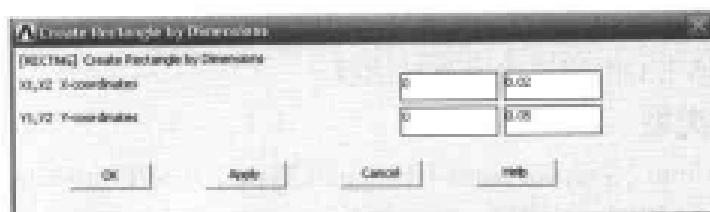

图 12-33 生成矩形对话框
(1) 选择 Main Menu | Preprocessor | Modeling | Create | Areas | Rectangle | By Dimensions 命令, 出现 Create Rectangle by Dimensions 对话框, 参照图 12-33 对其进行输入。